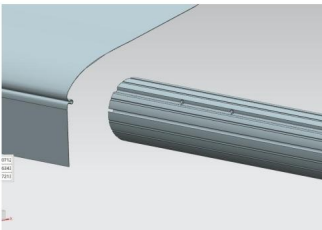
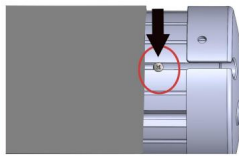
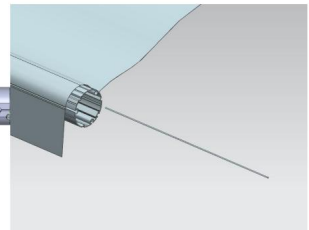

Figura D10
Figura D11
Figura D12
3.5 Abra la tela, inserte la tela en la ranura del tubo del rollo y luego inserte el extremo delantero de la tela en otra ranura del tubo del rollo y luego fíjelo. Atornille B para evitar que la tela se mueva, luego inserte la tira de tela en la ranura. (Figura D10, Figura D11, Figura D12)